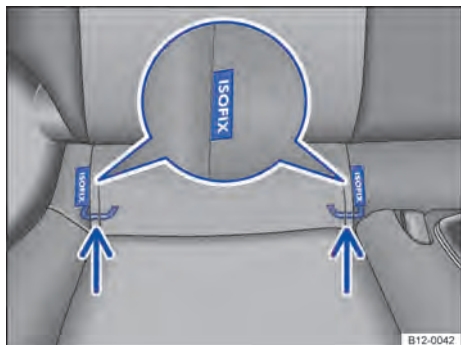

Fig. 49 No banco do veículo: identificação dos pontos de ancoragem inferiores para cadeiras de criança.
Os 2 olhais de retenção para cada cadeira de criança dotado do sistema ISOFIX podem ser acessados através das fendas existentes no revestimento do assento do banco traseiro → Fig. 49.
- Encaixar a cadeira de criança nos olhais de retenção → Fig. 49 no sentido da seta. A cadeira de criança deve engatar de forma segura e audível (click).
- Colocar a cadeira de criança sobre a superfície do banco e prender os ganchos dos cintos de fixação nos olhais de retenção → Fig. 49, caso os cintos de fixação sejam fornecidos junto com a cadeira de criança.